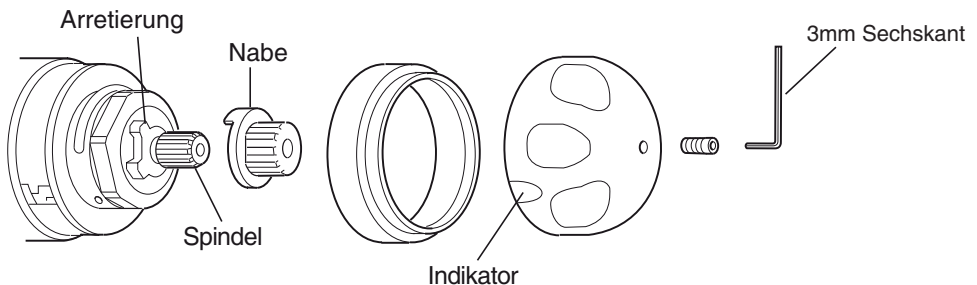

Abbildung 2
1. Entfernen Sie den Temperaturreguliergriff (442 01) mit Hilfe des mitgelieferten 3mm-Sechskantschlüssels von der Mischarmatur (siehe Abbildung 2).